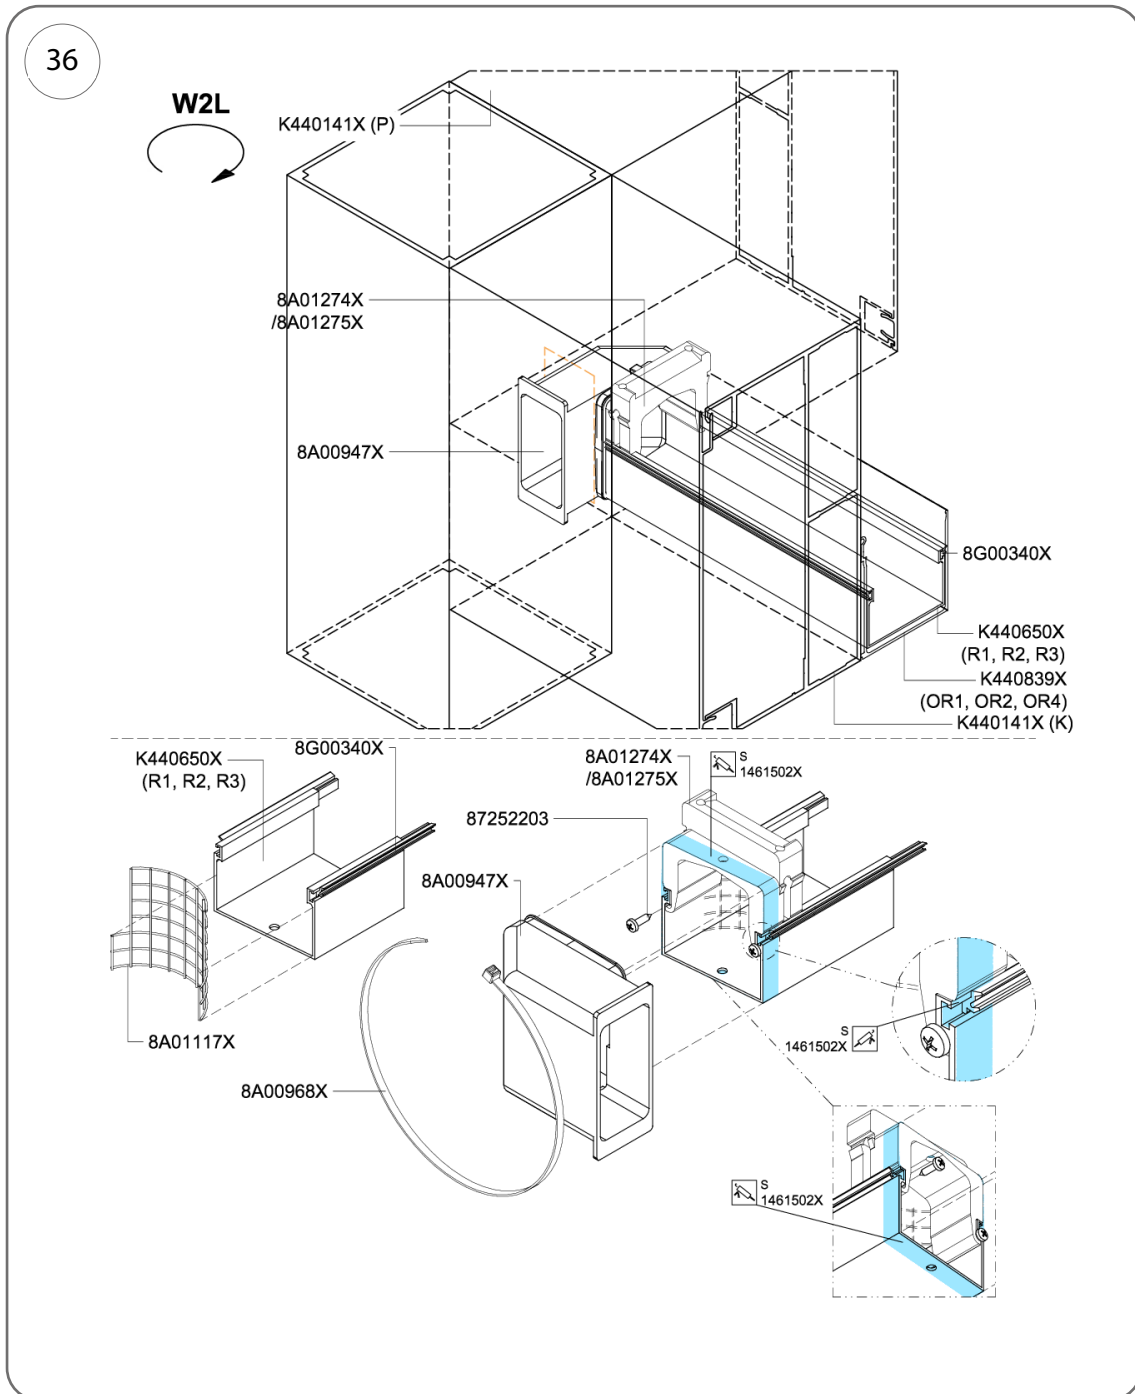

Fig. 36
2. Fixez les éléments du loquet pour les empêcher de bouger en vissant 2 vis de 3,5 x 13 mm (réf. 87252203) – Fig. 36.
3. Appliquez une couche d'adhésif et de mastic, réf. 1461502X, sur tout le périmètre de la gouttière et de l'élément a encliqueter, comme illustré à la fig. 36.
2. Fixez l'élément de verrouillage n° 8A01274X (gauche) ou 8A01275X (droite) pour l'empêcher de bouger en vissant 2 vis de 3,5 x 13 mm (réf. 87252203) – par ex. fig. 36.
3. Appliquez une couche de mastic adhésif (réf. 1461502X) sur tout le pourtour de la gouttière et de l'élément à encliquer, comme indiqué sur la figure 36.